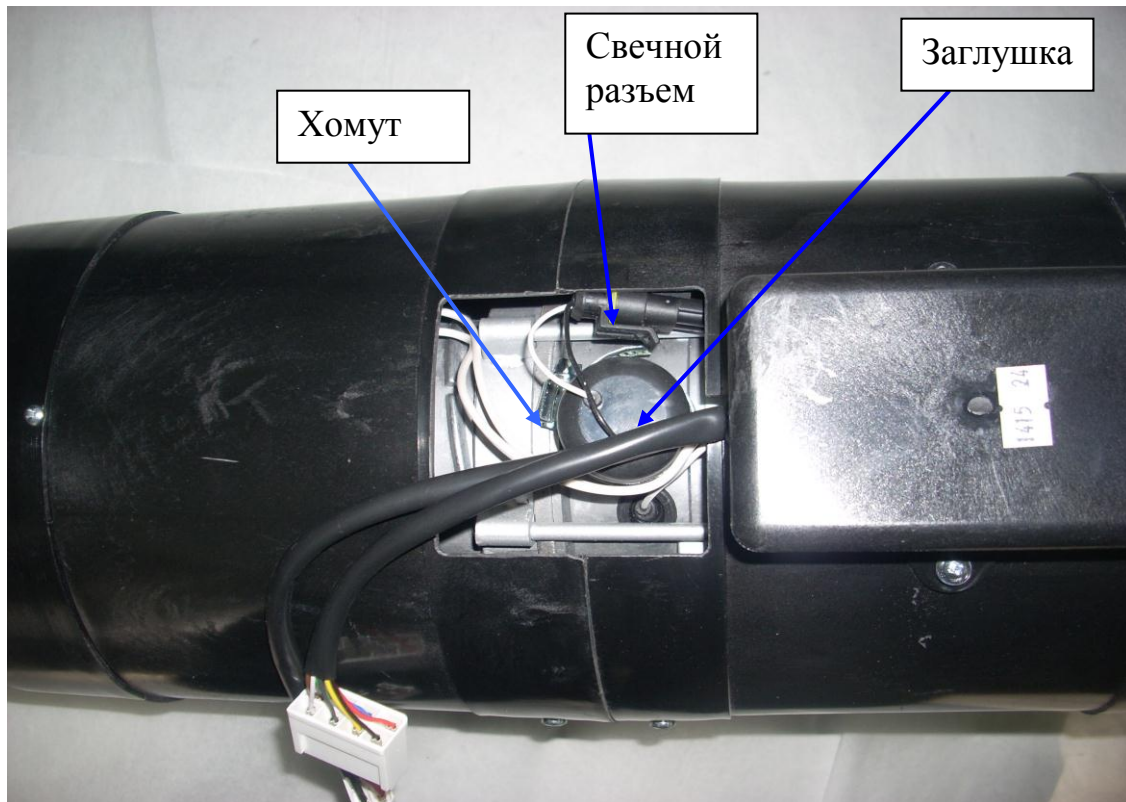

Рис. 1 – Нагреватель со снятой крышкой
- разъединить свечной разъем (рис.1);